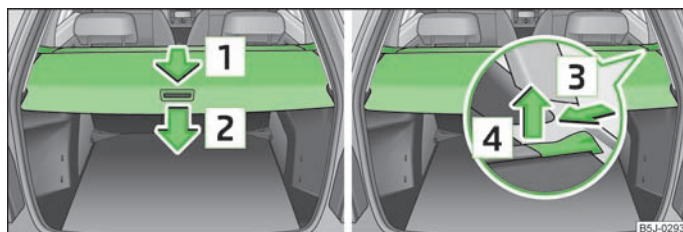

Abb. 47 Gepäckraum: aufrollbare Gepäckraumabdeckung / aufrollbare Gepäckraumabdeckung ausbauen
- > Die aufrollbare Gepäckraumabdeckung in Pfeilrichtung **1** » Abb. 47 bis zum Anschlag in die gesicherte Stellung ziehen.